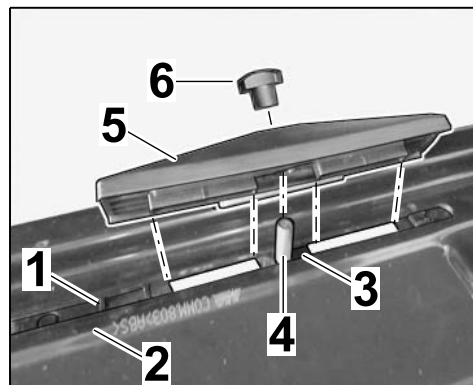

Fig. 3
1.2.4 Fixer un écrou à oreilles M8 sans serrer (⇒ Fig. 3).